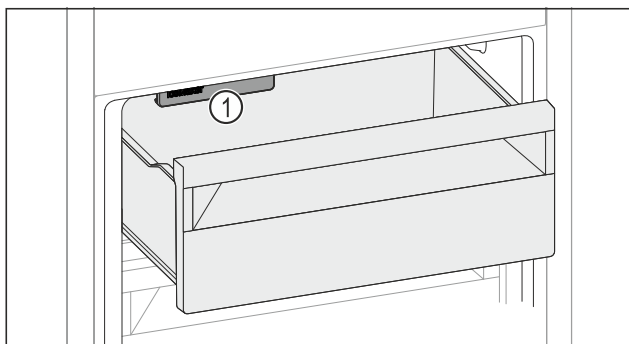

Fig. 63
- ▶ Vær opmærksom på IceMaker Fig. 63 (1).